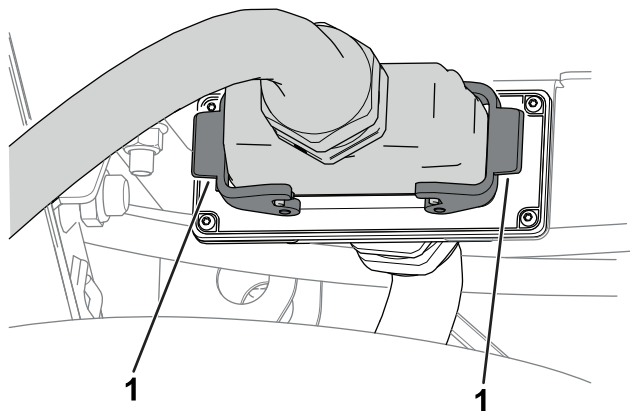

Bild 6
8. Sichern Sie die Verbindung mit den Verschlüssen (Bild 6).